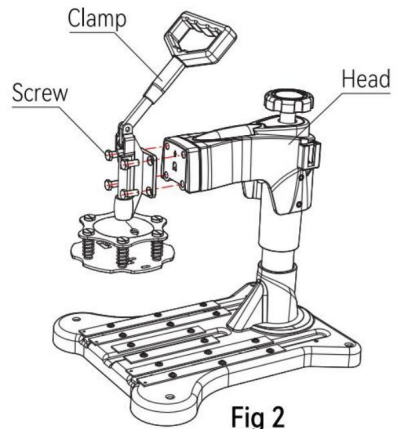

Fig 2
2. Führen Sie die vier Schrauben durch den Schnellverschluss und den Adapter und schrauben Sie sie dann fest befestigen Sie sie fest am Maschinenkopf und ziehen Sie die Schrauben mit einem Schraubenschlüssel fest (siehe Abbildung 2).